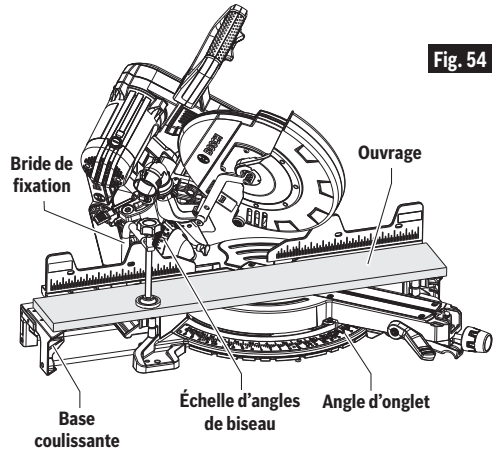

Fig. 54
2. Positionnez correctement l'ouvrage et assurez-vous qu'il est assujéti fermement par une bride contre la table et le guide (figure 54).